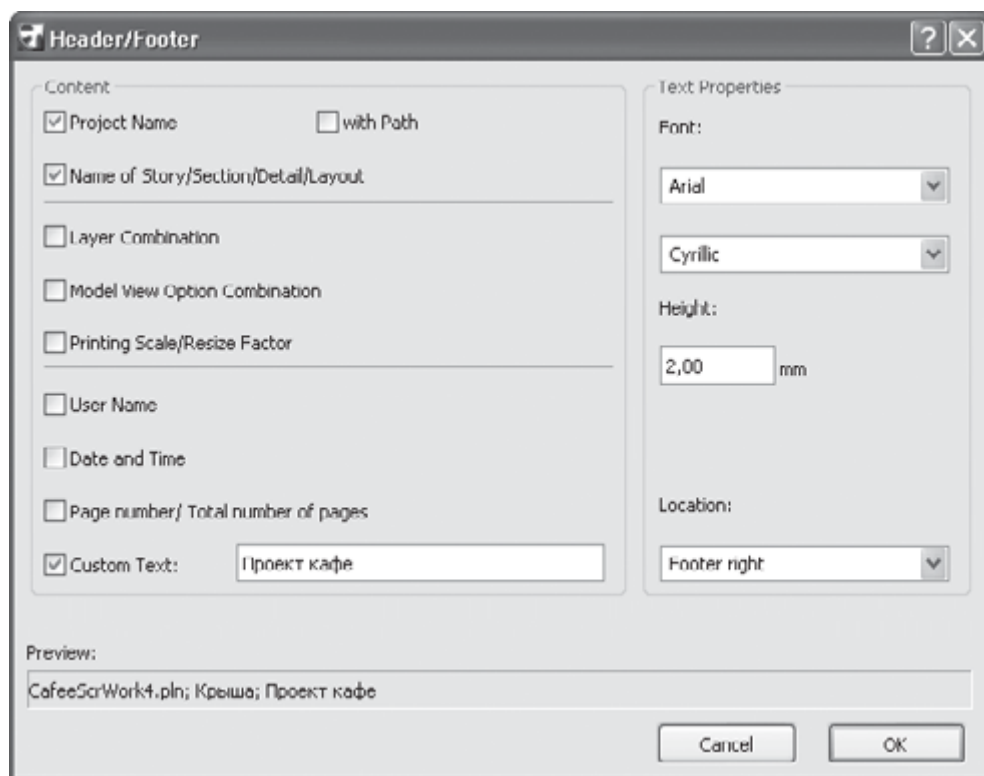

Рис. 13.4. Окно настройки заголовков и подписей
- ❏ Флажок **Header/Footer** (Заголовок/Подпись). Результат установки флажка — печать заголовка (подписи) выводимого изображения. Содержание заголовка или подписи изображения определяется настройками окна **Header/Footer** (Заголовок/Подпись) (рис. 13.4), которое вызывается нажатием кнопки **Settings** (Установки), становящейся доступной при установке этого флажка.